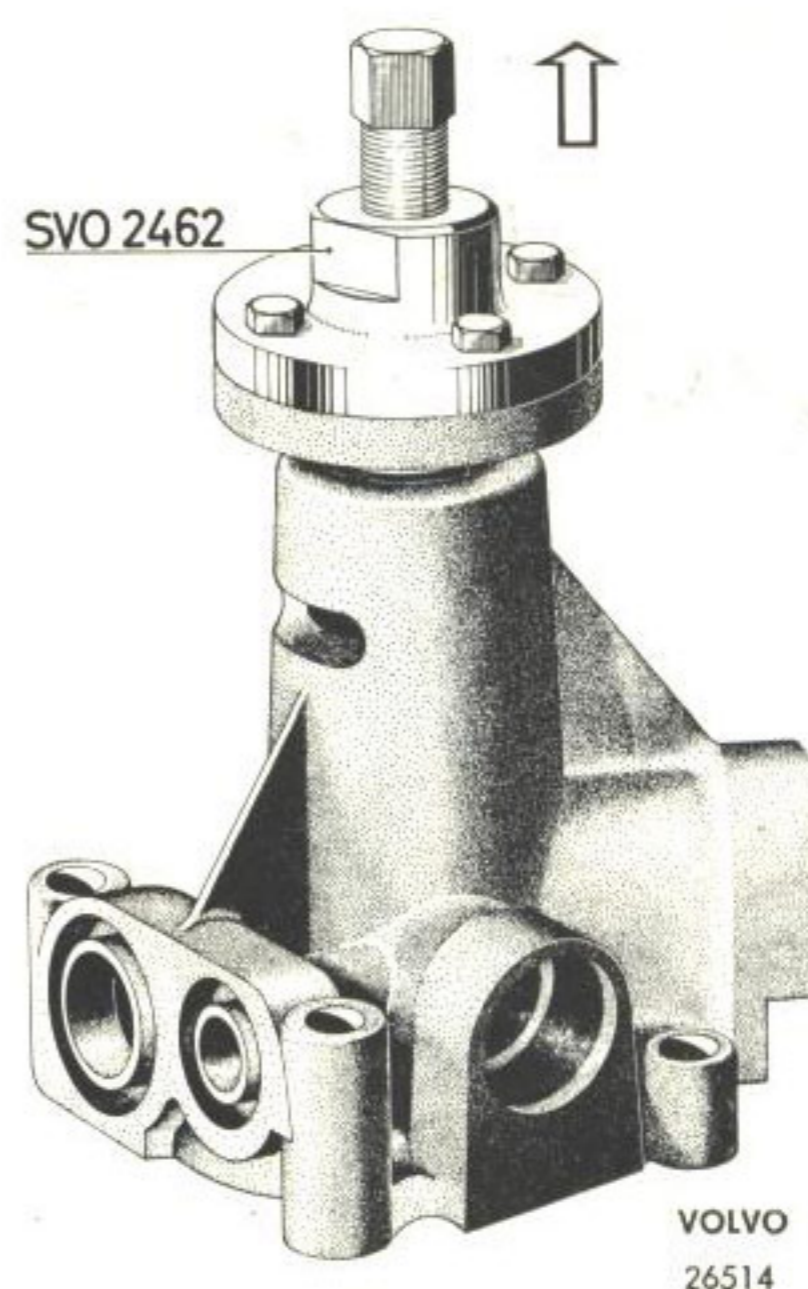

Bild 77. Demontering av nav.
2. Sätt fast avdragare SVO 2462 på navet med skruvarna för remskivan och drag av navet. Se bild 77.